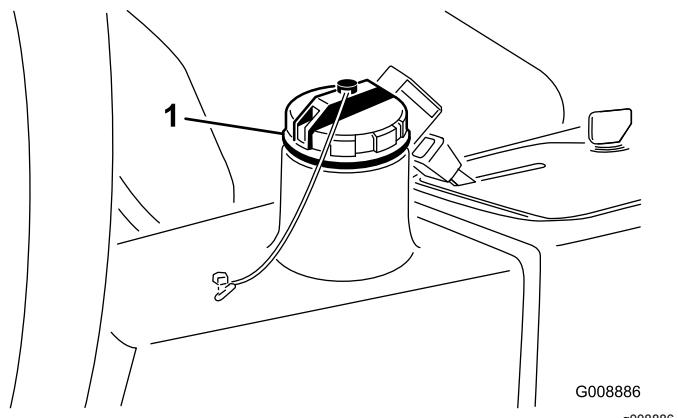

Figure 74
- Nettoyez la surface autour du goulot et du bouchon de remplissage du réservoir hydraulique (**Figure 74**), et enlevez le bouchon.